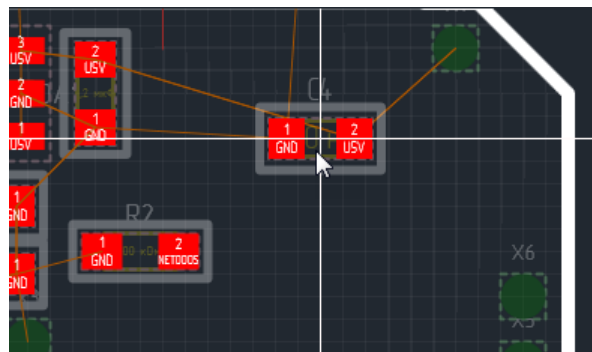

Рис. 92 Выбор места для размещения радиодетали на плате
3. Переместить курсор в рабочую область, при этом на плате будет отображен предполагаемый вид посадочного места, см. Рис. 92.